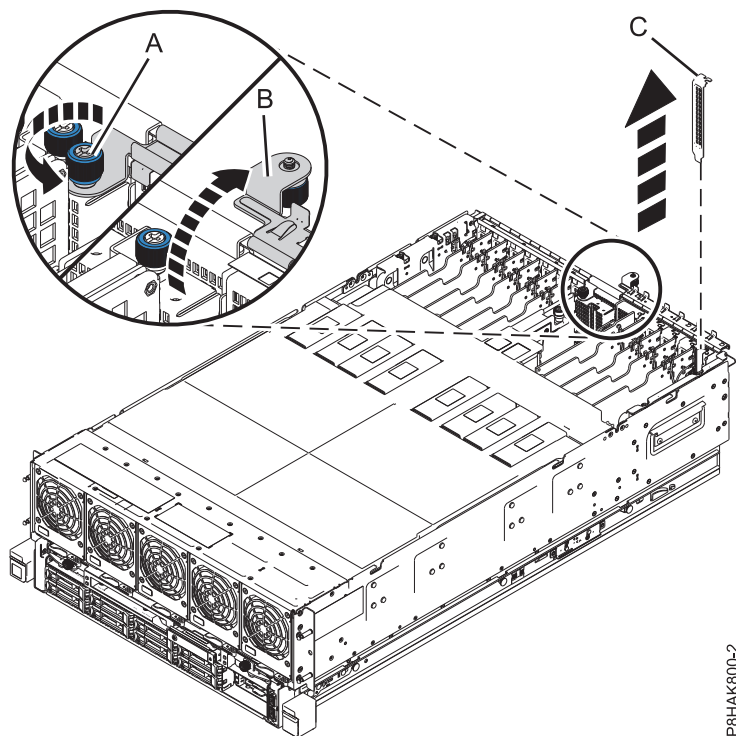

Figura 7. Extracció d'un panell de reblliment d'una ranura d'un adaptador PCIe al sistema 8408-44E o 8408-E8E
- a. Descargoleu el cargols de mà captiu de la peça de subjecció de retenció d'E/S fins que quedi fluix del tot. Consulteu (A) a la Figura 7 a la pàgina 12.
- b. Obriu la peça de subjecció de retenció d'E/S fent-la girar cap amunt i traient-la del sistema. Consulteu (B) a la Figura 7 a la pàgina 12.
- c. Per treure el panell de reblliment, agafeu-lo ((C)) amb compte per l'extrem superior o per la contrapunta i traieu-lo del sistema. Consulteu Figura 7 a la pàgina 12.